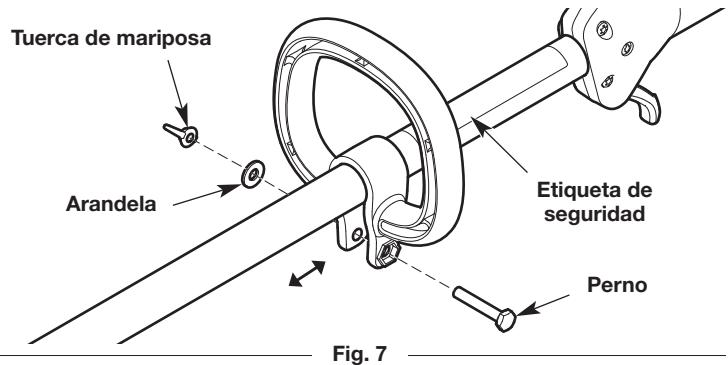

Fig. 7
- Inserте el perno en el orificio del perno hexagonal y presione para que pase a través de él (Fig. 7). Coloque la arandela en el perno (Fig. 7). Enrosque la tuerca de mariposa en el perno, pero no la ajuste completamente (Fig. 7).
- Mantenga la unidad en la posición de funcionamiento (Fig. 12). Mueva la manija hacia arriba o abajo del alojamiento del eje superior hasta que esté en una posición cómoda (Fig. 7). Compruebe que la manija esté ubicada más allá del extremo de la etiqueta de seguridad (Fig. 7).
- Afloje la tuerca de mariposa (Fig. 7).